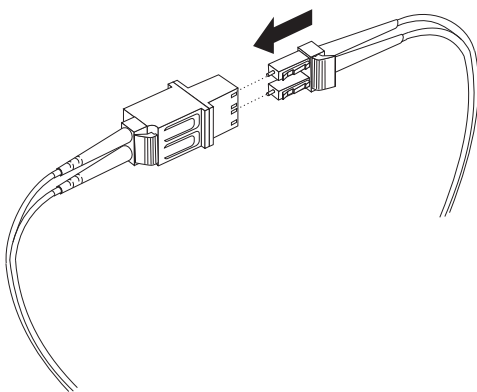

图 34. 将 LC-LC 电缆连接到 LC-SC 电缆适配器
4. 小心地将 LC-LC 电缆的另一端插入 LC-SC 电缆适配器的 LC 接口端，如图 34 中所示。推入接口直到咔哒一声推送到位。